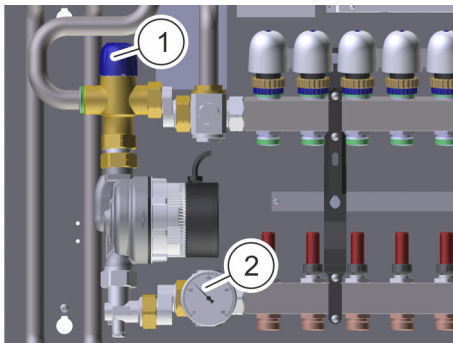

Abb. 80: Thermisches Mischventil
1. → Um die maximale Heizungsvorlauftemperatur einzustellen, das thermische Mischventil am Einstellgriff (Abb. 80/1) in die entsprechende Richtung drehen.
Temperatur an der Temperaturanzeige (Abb. 80/2) überprüfen.